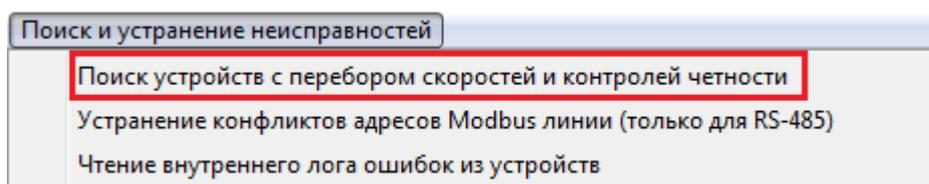

Рис.4.3 Опция «Поиск устройств с перебором скоростей и контролей четности»
2. Активировать опцию «Поиск устройств с перебором скоростей и контролей четности» (Рис.4.3).